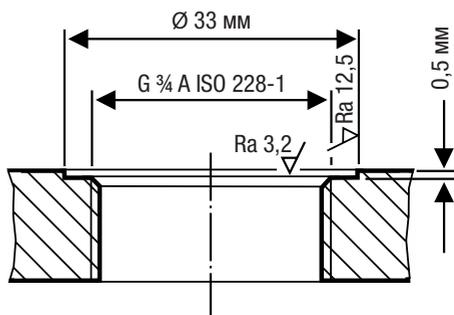
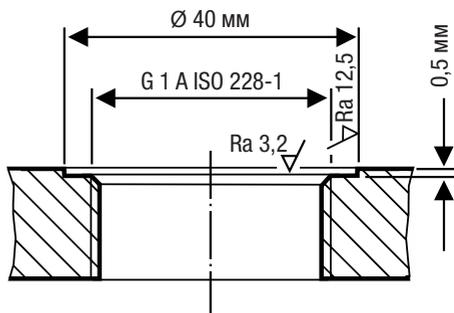

Рис. 12
Рис. 13
- Обеспечьте качественную техническую подготовку уплотнительных поверхностей соответствующего резьбового патрубка резервуара или крышки фланца, см. Рис. 12 и Рис. 13.
Уплотнительные поверхности должны быть качественно технически обработаны согласно Рис. 12 и Рис. 13.